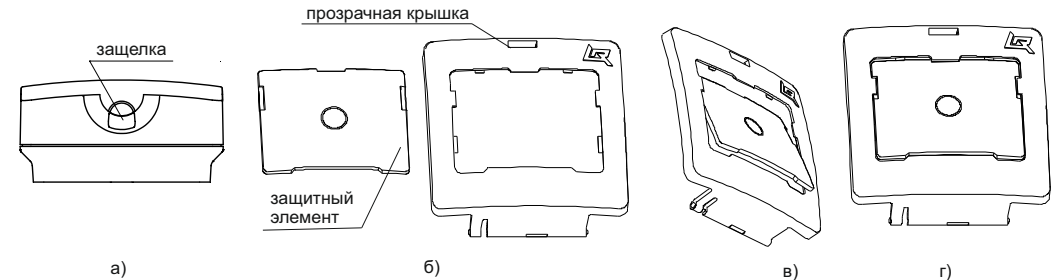

Рисунок 4
- 6.15 Для установки защитного элемента необходимо открыть прозрачную крышку, поддев защелку в верхней части корпуса острым предметом (Рисунок 4 а). Далее прозрачная крышка показана отдельно от корпуса (снимать крышку с корпуса УДП не следует). Защитный элемент в положении, показанном на рисунке 4 б), ввести верхней кромкой в середину выреза прозрачной крышки (Рисунок 4 в) и, повернув, совмещая плоскости, защелкнуть нажимом на кромки защитного элемента. (Рисунок 4 г).